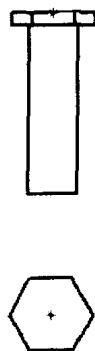

图 1-11 生成的俯视图
- (2) 在主视图的下方创建零件的俯视图。如图 1-11 所示。